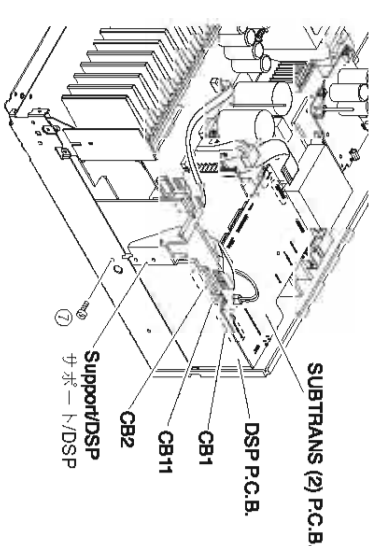

Fig. 2
- Remove 1 screw (⑦). (Fig. 2)
- Remove CB2 and CB11. (Fig. 2)
- Lift up the SUBTRANS (2) P.C.B. and remove the CB1. (Fig. 2)
- Remove the DSP P.C.B. with the SupportDSP. (Fig. 2)
- ⑦のネジ1本を外します。(Fig. 2)
- CB2、CB11を外します。(Fig. 2)
- SUBTRANS(2)P.C.B.を上側に浮かせCB1を外します。(Fig. 2)
- DSP P.C.B.をサポート/DSPと共に取外します。(Fig. 2)